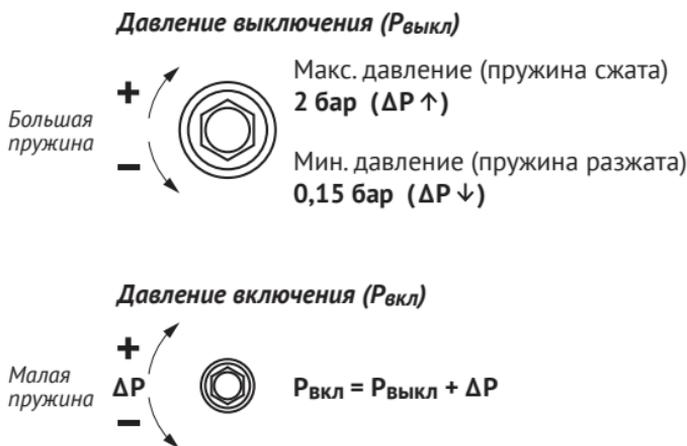

Рис. 4
При закручивании гаек (сжатии пружин) значения давления включения или выключения увеличиваются. При откручивании гаек (разжатии/ослаблении пружин) значения давления включения или выключения уменьшаются. Принцип настройки показан на рис. 4.
5. Нажмите и удерживайте кнопку включения/перезапуска до тех пор, пока она не останется в «уплощенной» состоянии без удержания, т. е. до того момента, пока давление в системе $P_{\text{раб}}$ не поднимется выше значения давления включения $P_{\text{вкл}}$, установленного в датчике (см. рис. 4). С помощью манометра определите значение давления включения $P_{\text{вкл}}$ (первоначального включения насоса).
Регулировочный механизм с малой пружиной используется для настройки давления включения $P_{\text{вкл}}$ — давления для первоначального включения насоса, которое достигается принудительным удержанием кнопки включения/перезапуска. Особенность регулировки данного механизма и зависимость $P_{\text{вкл}}$ от настраиваемого значения $P_{\text{выкл}}$ показаны на рис. 4 и представлены в таблице ниже.